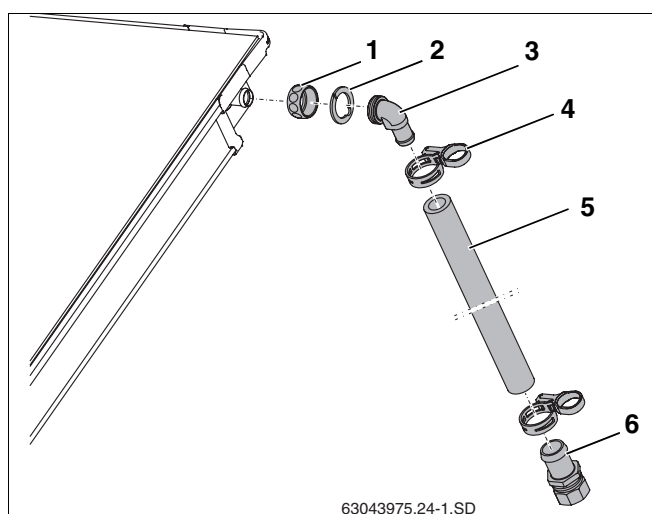

Fig. 35 Montar a tubagem de avanço
- ▶ Inserir a porca (fig. 35, **item 1**) sobre as ligações do colector.
- ▶ Colocar a anilha de aperto (fig. 35, **item 2**) atrás do reforço da ligação do colector e apertar.
- ▶ Apertar e alinhar o terminal angular com o O-ring (fig. 35, **item 3**) à ligação, e aparafusar com a porca.
- ▶ Aplicar a mangueira solar comprida (1.000 mm, fig. 35, **item 5**) sobre o terminal angular e fixar com braçadeira de mola (fig. 35, **item 4**).
- ▶ Colocar na mangueira solar o terminal de mangueira com a união roscada de anel de aperto (fig. 35, **item 6**) até ao batente e fixar com braçadeira de mola.
- ▶ Ligar o tubo colector ao terminal de mangueira  $R\frac{3}{4}$  com união roscada de anel de aperto (18 mm) (fig. 35, **item 6**).